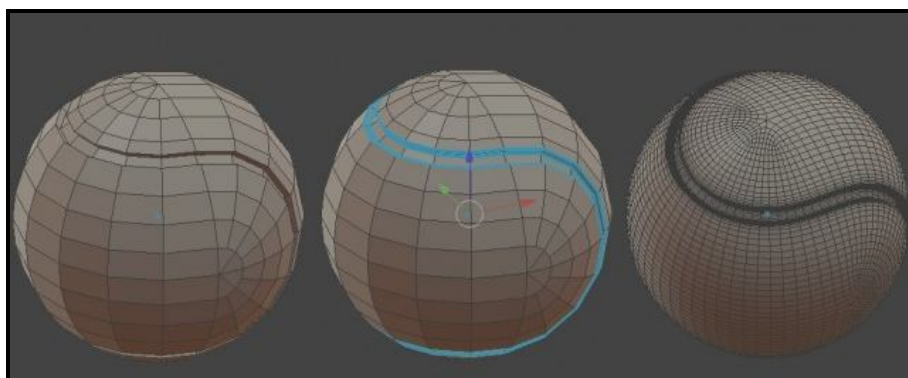

Рисунок 1.9 – Этапы создания трехмерного объекта при высокополигональном моделировании
- третий уровень завершающий, то есть на нем производится четкая детализация объекта, обычно, путем применения плагинов сглаживания (рис. 1.9).